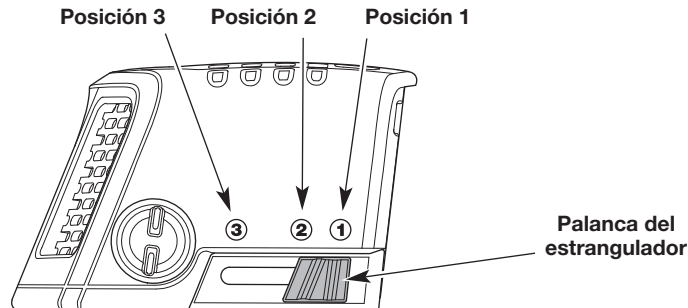

Fig. 11
4. Coloque la palanca del estrangulador en la **Posición 1** (Fig. 11).
7. Siga apretando el control del acelerador. Coloque la palanca del estrangulador en la **Posición 2** (Fig. 11).
10. Siga apretando el control del acelerador. Pase la palanca del estrangulador a la **Posición 3** (Fig. 11) y siga calentando el motor durante 60 segundos más. Se puede usar la unidad durante este período.
**SI...** el motor no funciona de manera uniforme, regrese la palanca del estrangulador a la **Posición 2** (Fig. 11) y siga calentándolo.
8. Siga apretando el control del acelerador. Coloque la palanca del estrangulador en la **Posición 2** (Fig. 11).
12. Siga apretando el control del acelerador. Pase la palanca del estrangulador a la **Posición 3** (Fig. 11) y siga calentando el motor durante 60 segundos más. Se puede usar la unidad durante este período.